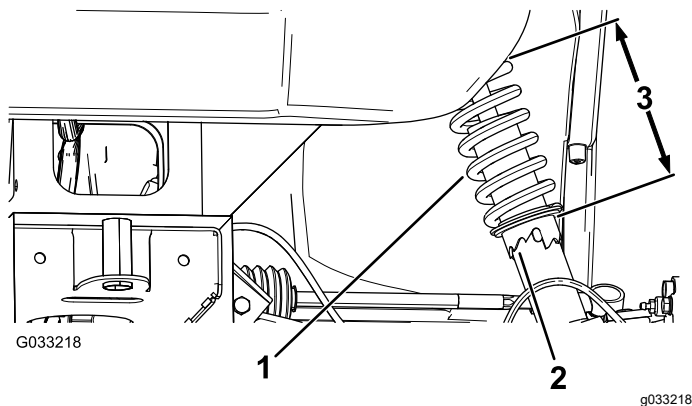

Figura 44
2. Si la caída de la rueda no está alineada, utilice la llave de tuercas para girar el collarín en el amortiguador y alinear la rueda (Figura 44).